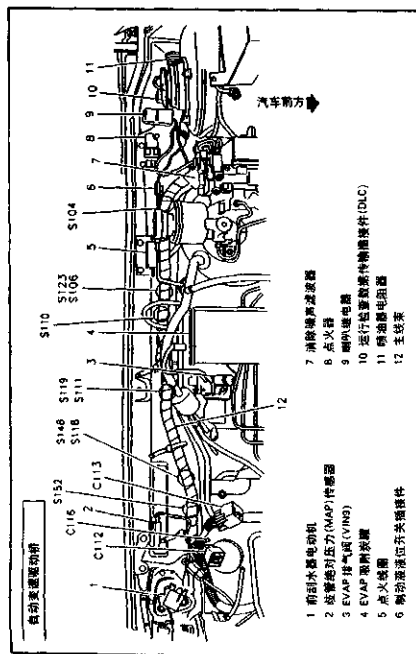

图 14-1 隔板元件
- 接点 S148: 主线束, 靠近前刮水器电动机插接件引出口 图 14-1
- 接点 S152: 主线束, 靠近 C113 引出口 图 14-1